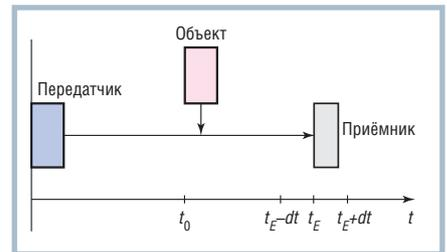

Рис. 15. Принцип обнаружения объекта по методу прерывания луча
Этот метод характеризуется большой дальностью обнаружения, так как в данном случае для определения местоположения объекта ультразвуковая волна должна пройти расстояние между излучателем и приёмником только в одном направлении (рис. 15). Помехоустойчивость этого метода лучше, чем у метода непосредственного обнаружения, потому что обрабатывается излучённый, а не отражённый ультразвуковой импульс.
ки и управления анализирует поступающие импульсы только в пределах времени распространения t_E , которое соответствует расстоянию между излучателем и приёмником (рис. 15). Если луч прерывается, то последующие импульсы не регистрируются приёмником и электронная схема переключает выходной каскад датчика, после чего новый цикл измерения инициируется через промежуток времени ($t_E + dt$). Если ультразвуковой луч не прерывается, то новый измерительный цикл начинается через промежуток времени t_E . Так что независимо от того, прерывается луч или нет, частота следования импульсов (F) сохраняется почти постоянной: